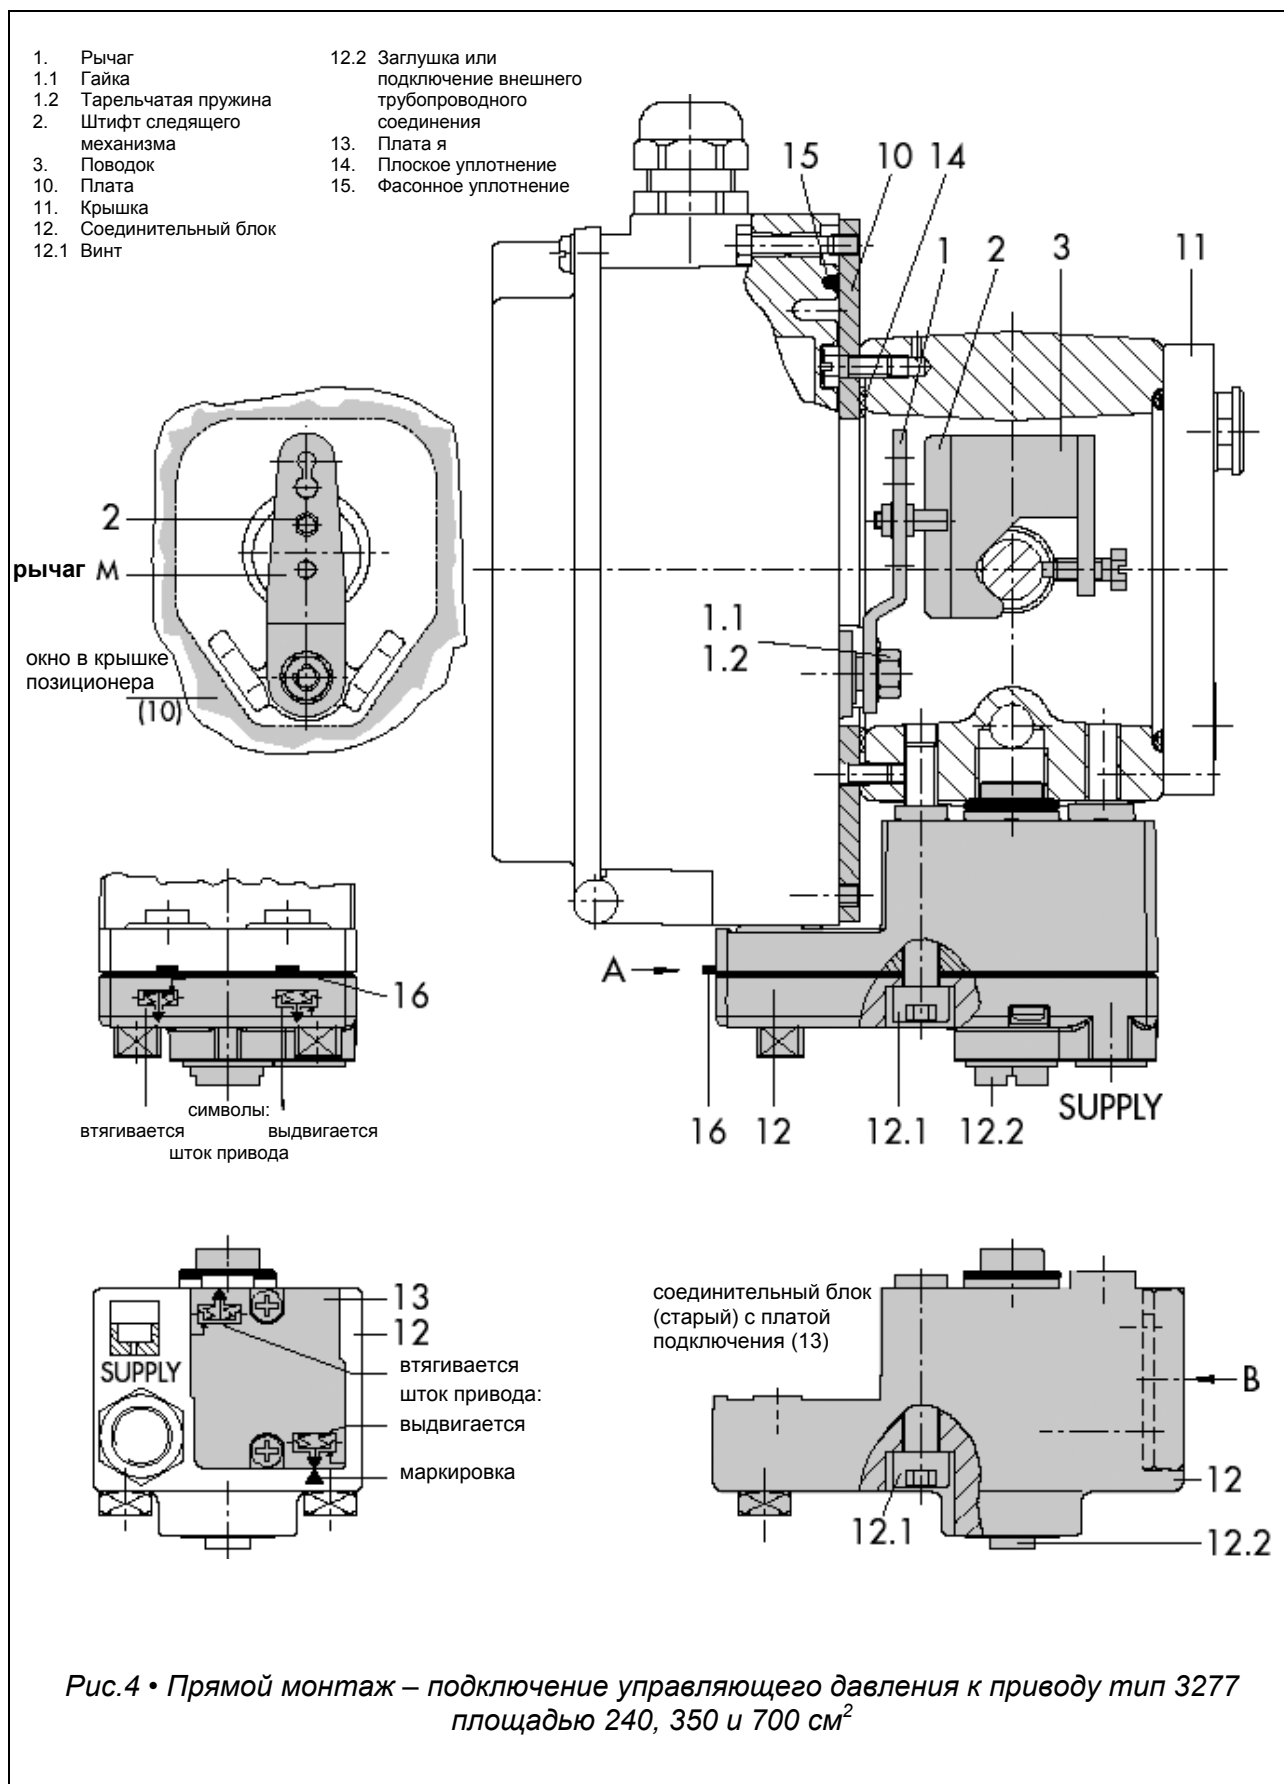

Рис.4 • Прямой монтаж – подключение управляющего давления к приводу тип 3277 площадью 240, 350 и 700 см2
1. Установить поводок (3) на штоке привода, выровнять его и надежно привинтить так, чтобы крепежный винт установился в пазу штока привода.
2. Закрепить плату (10) так, чтобы узкая сторона выемки (рис. 4 слева) была в направлении места подключения управляющего давления. Приклеенное плоское уплотнение (14) должно указывать в направлении рамы привода.
3. Для приводов площадью 700см2 следует с обратной стороны позиционера вывинтить штифт следящего механизма (2) на рычаге **М** (1) из позиции **35**, переставить его в отверстие на позиции **50** и надежно завинтить.
В случае использования **старого** соединительного блока (рис. 4 внизу) необходимо повернуть плату подключения (16) таким образом, чтобы изображение необходимого символа привода установилось против маркированной стрелки.
7. Установить соединительный блок (12) с его уплотнительными кольцами на позиционере и раме привода и привинтить крепежным винтом (12.1). В приводе с положением безопасности «шток привода втягивается» необходимо дополнительно удалить заглушку (12.2) и смонтировать внешнюю проводку управляющего давления.
8. Смонтировать с обратной стороны корпуса крышку (11). При этом непременно проверить, чтобы в смонтированном положении регулирующего клапана пробка сброса воздуха была направлена вниз для беспрепятственного стока конденсата, который может скапливаться в приборе.